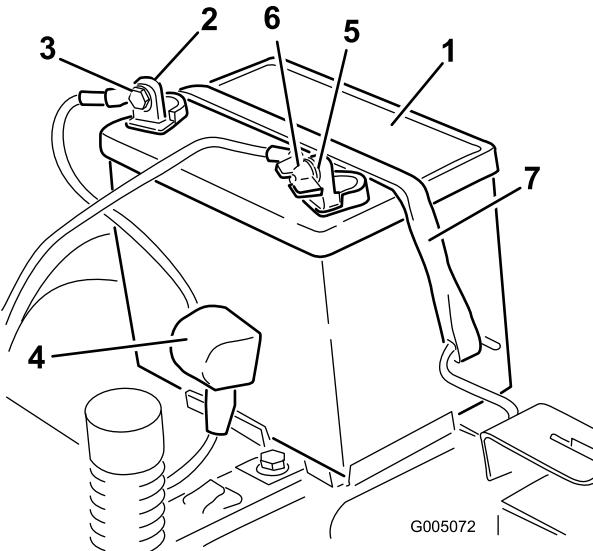

Figure 34
5. Repoussez le capuchon en caoutchouc sur le câble positif (rouge). Débranchez le câble positif (rouge) de la borne de la batterie (Figure 34). Mettez les fixations de côté.
6. Enlevez la sangle de maintien de la batterie (Figure 34) et ôtez la batterie de son support.
1. Placez la batterie dans son support en tournant les bornes vers la position de fonctionnement (Figure 34).
5. Fixez la batterie en place à l'aide de la sangle de maintien (Figure 34).